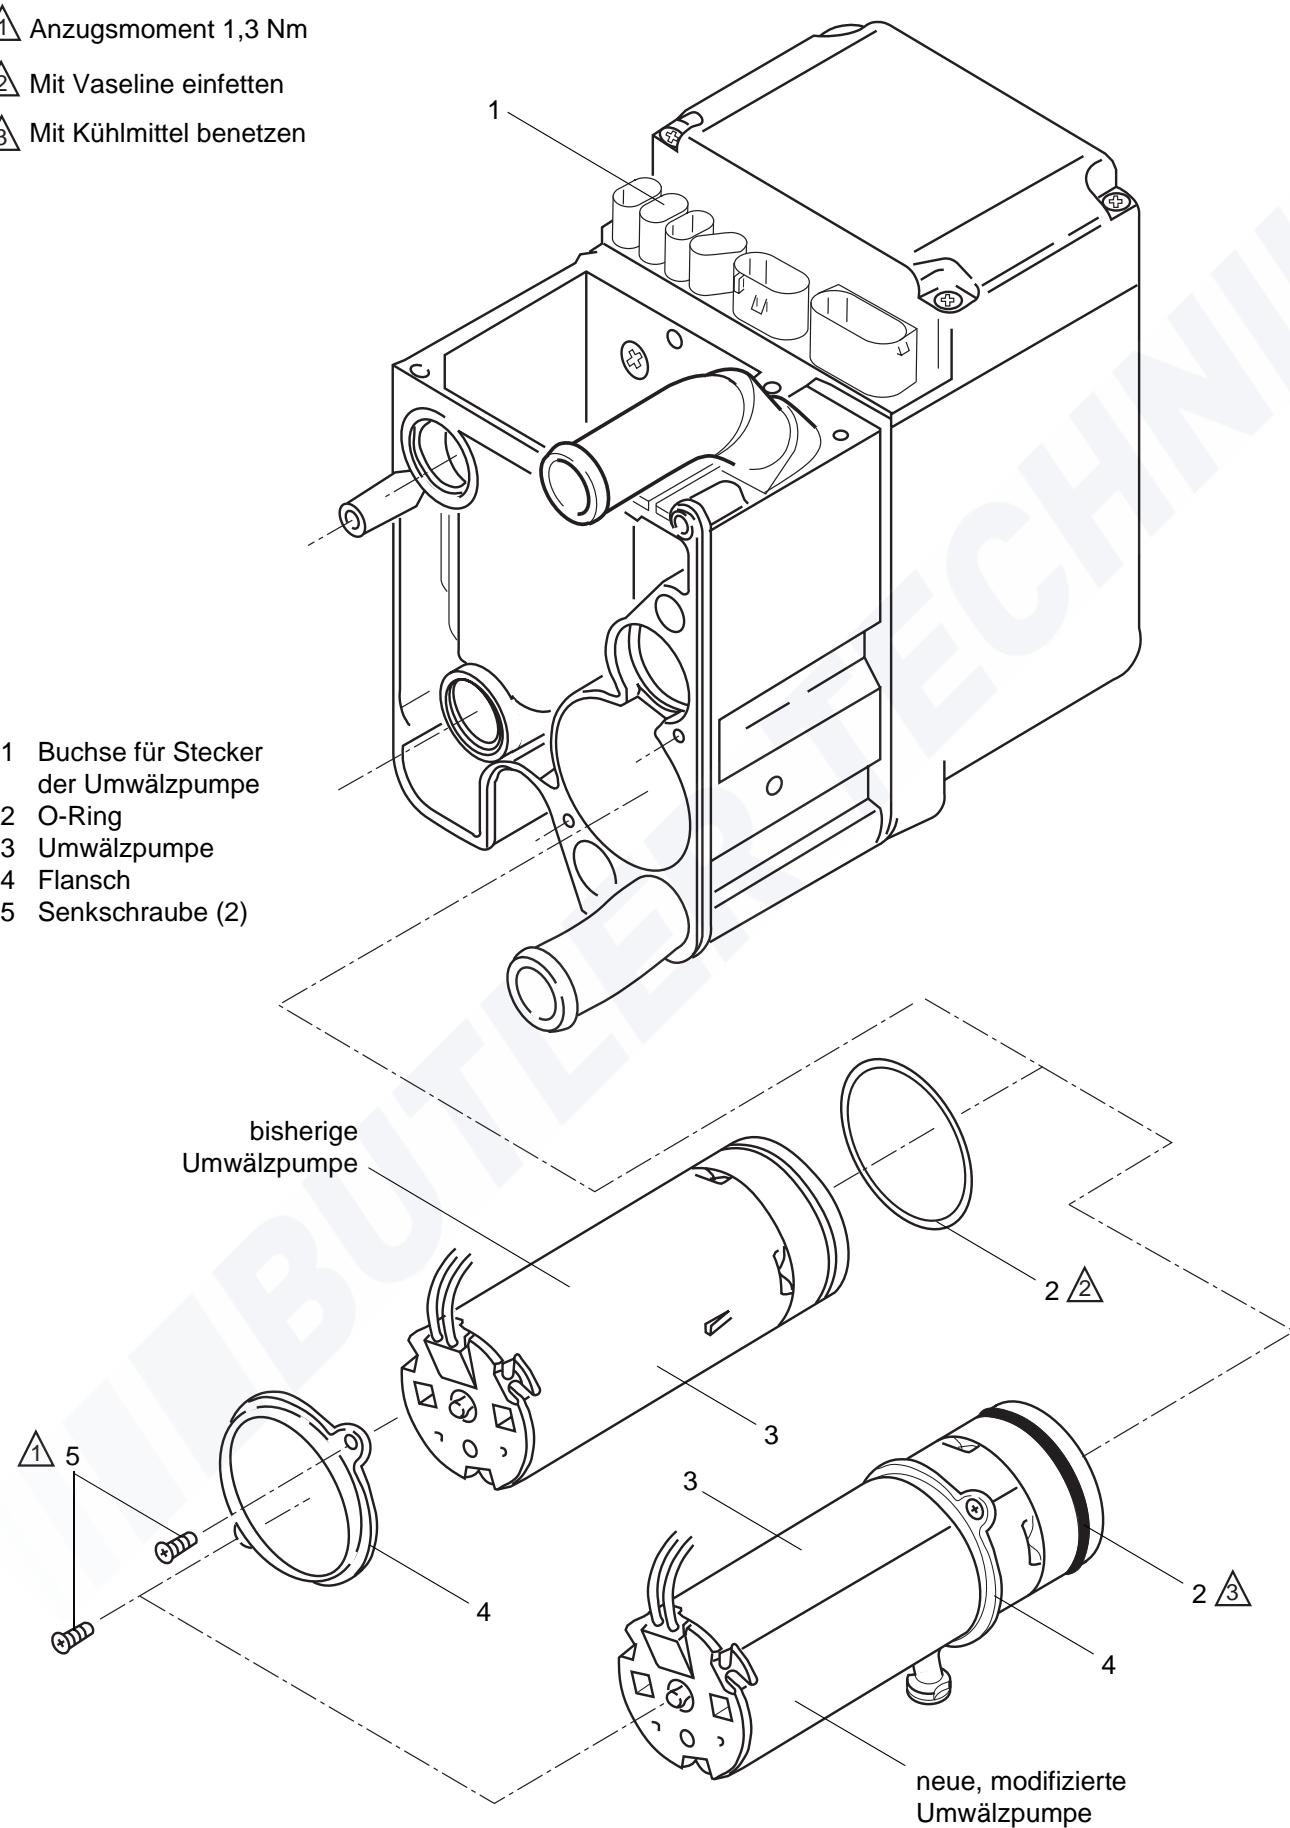

Abb. 902 Wechsel der Umwälzpumpe
- Senkschrauben (5, Abb. 902) entfernen.
- Stecker der Umwälzpumpe (1) am Steuergerät trennen.
- Umwälzpumpe (3) aus dem Einbauraum herausziehen.
- Ggf. Umwälzpumpe (3) mit Flansch (4), O-Ring (2) und Schrauben (5) aussondern.